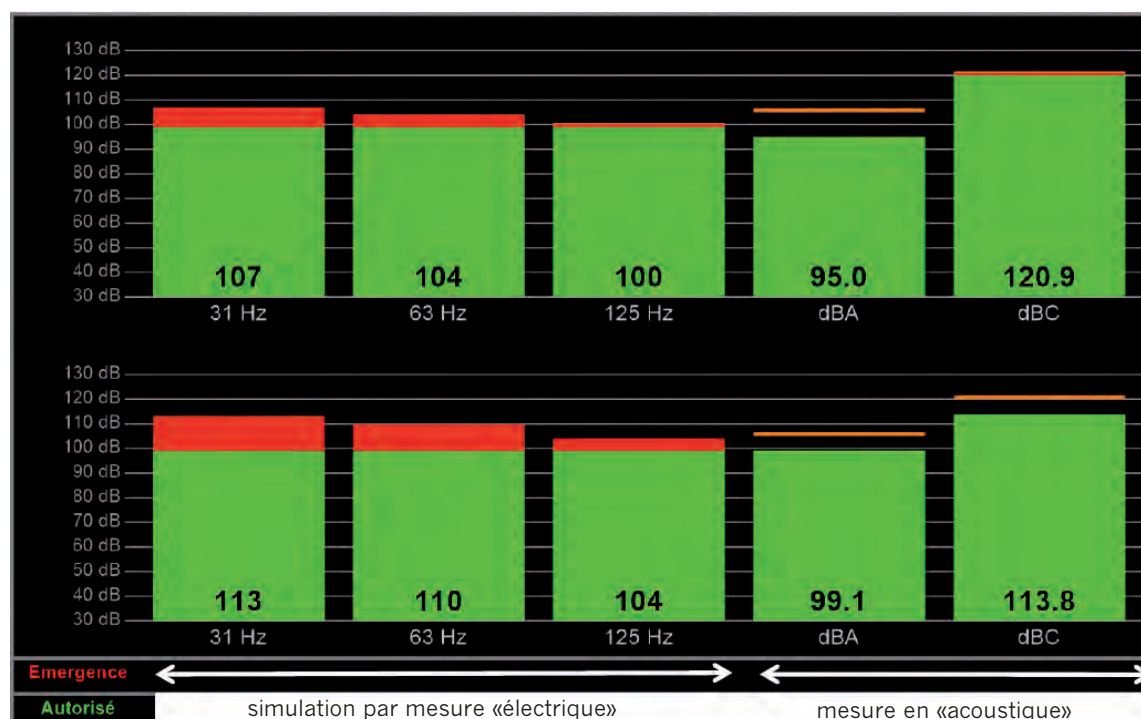

Fig. 2 : Exemple d'afficheurs de niveaux permettant d'éliminer les incertitudes de mesure acoustique à l'émission, pour les sonorisations fixes
Afin de limiter ces inconvénients lorsqu'on donne une consigne à un sonorisateur et plutôt que de lui dire de ne pas dépasser un certain niveau sonore, on va maîtriser la sonorisation à la source. Ce que je préconise pour tout ce qui est basses fréquences, c'est de les mesurer par une fonction de transfert. Quand on mesure directement ce qui sort de la table de mixage, on évite l'erreur qui est commise par la mesure à l'émission. Et si on mesure en « électrique » au lieu de mesurer en « acoustique », on évite les erreurs sur la fonction de transfert de la pièce (Fig.2). L'idéal pour une installation fixe serait de mesurer les très basses fréquences par une fonction de transfert électrique en sortie de sono et de continuer à mesurer le dB(A) et le dB(C) pour être sûr qu'il ne faut pas ajouter trop d'ampli ou d'autres choses dans les salles de spectacles.